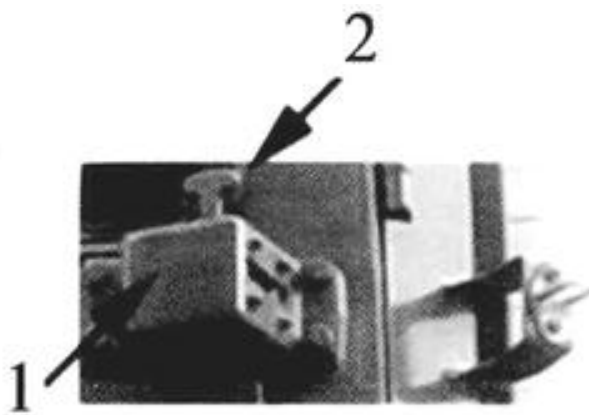

Рис. 2-28
2.2.3.5 Фиксатор двери в открытом положении (Рис. 2-28)